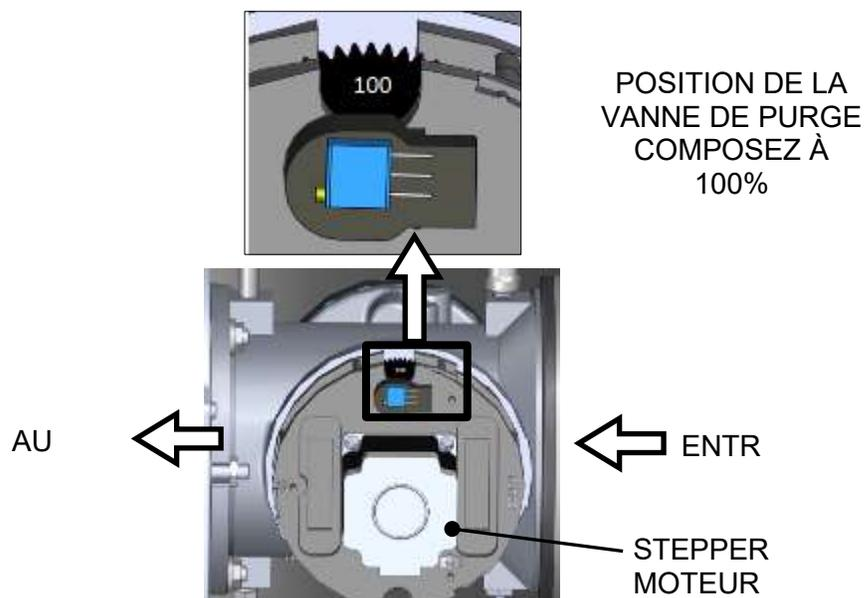

Figure 3.4-2 : Soupape d'air/carburant en position de purge
- b. La soupape d'air/carburant tourne en position de purge complètement ouverte et ferme l'interrupteur de position de purge. Le cadran de la soupape air/carburant (figure 3.4-2) indiquera **100** pour indiquer qu'elle est complètement ouverte (100%).